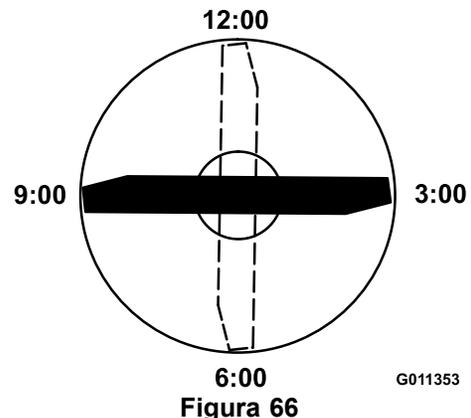

Figura 66
4. Posicione a extremidade de corte da extremidade marcada da lâmina nas 12 horas (a direito na direcção do corte) (Figura 66) e meça a altura da mesa à extremidade de corte da lâmina.
5. Rode a extremidade marcada da lâmina para as posições das 3 horas e das 9 horas (Figura 66) e meça as alturas.